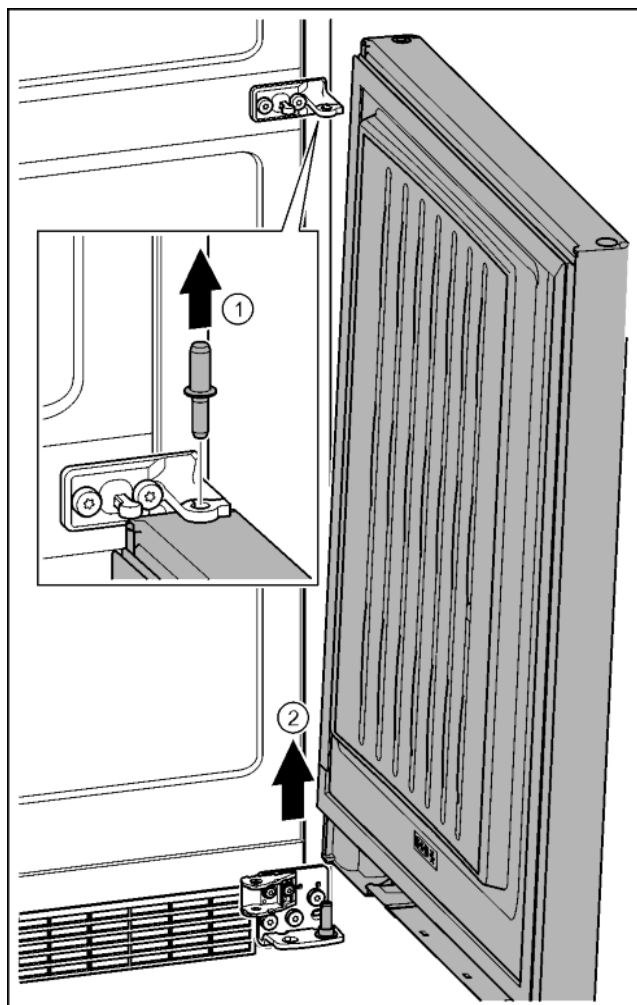

Fig. 24
- ▶ Извлечь пальцы движением вверх. Fig. 24 (1)
- ▶ Отклонить дверь, приподнять вверх и отставить в сторону. Fig. 24 (2)